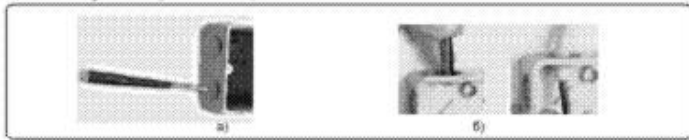

Рисунок 3.
- Проклывать резиновые заглушки Рg16 на защитном корпусе шилом или тонкой отверткой (см. Рис.3а).
- Использовать отдельное отверстие (кабельный ввод) для подключения каждого провода (см. Рис.3б).
- Нажать и удерживать кнопку программирования (см. Рис. 3). В отсутствие подаваемых команд с выключателя или мини-пульта.